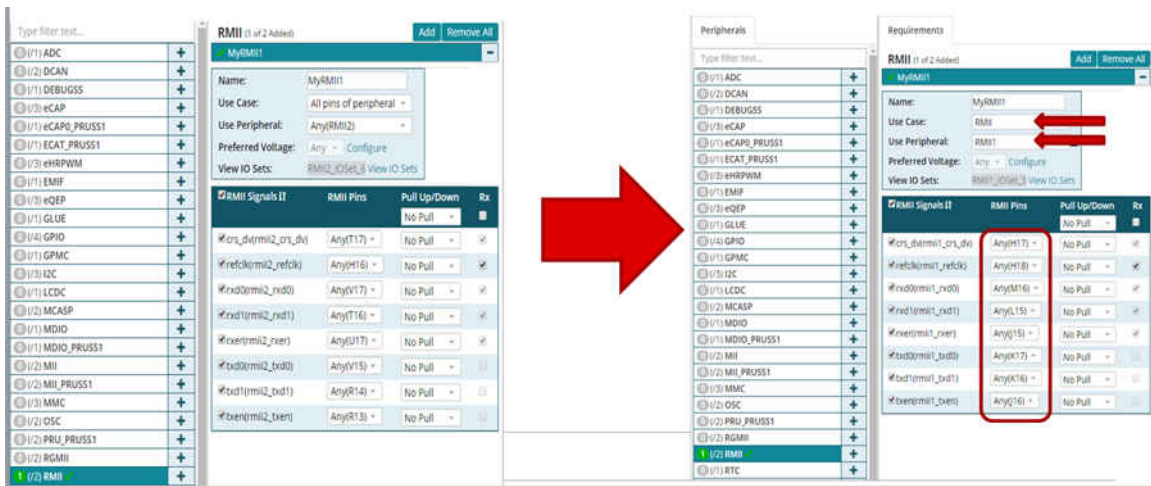

图 3-9. PinMux 工具中用于 DP83825 的 RMII 1
4. 请参阅图 3-9，了解详情。
绿色箭头是 RMII 接口，点击 + 按钮。窗口中显示的是 RMII，需要切换到 RMII “1”，Csr\_Drv 使用 H17 引脚，如图 3-9 (红色箭头) 所示。